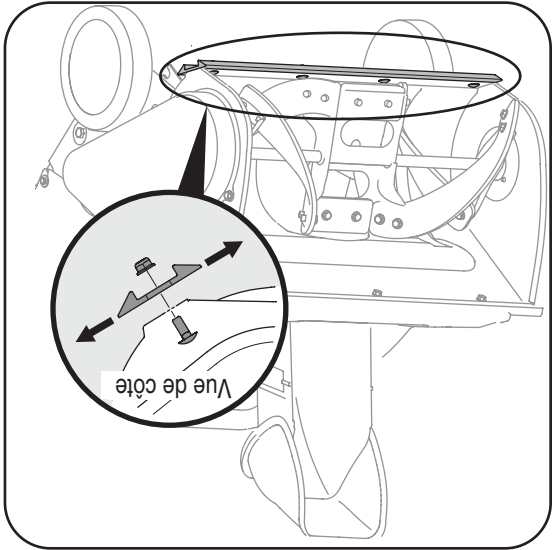

Figure 6-1
3. Desserrez les écrous à six pans et les boudins ordinaires qui maintiennent la plaque de raclage au logement. Voir la Figure 6-1. Ajustez la plaque de raclage à la position voulue et serrez à fond les écrous à six pans et les boudins ordinaires.
La plaque de raclage s'usera et devrait être vérifiée périodiquement. La plaque de raclage a deux côtés d'usage et peut être renversé après que un côté s'use. Voir la Figure 6-1. Pour remplacer ou renverser la plaque de raclage, procédez comme suit: